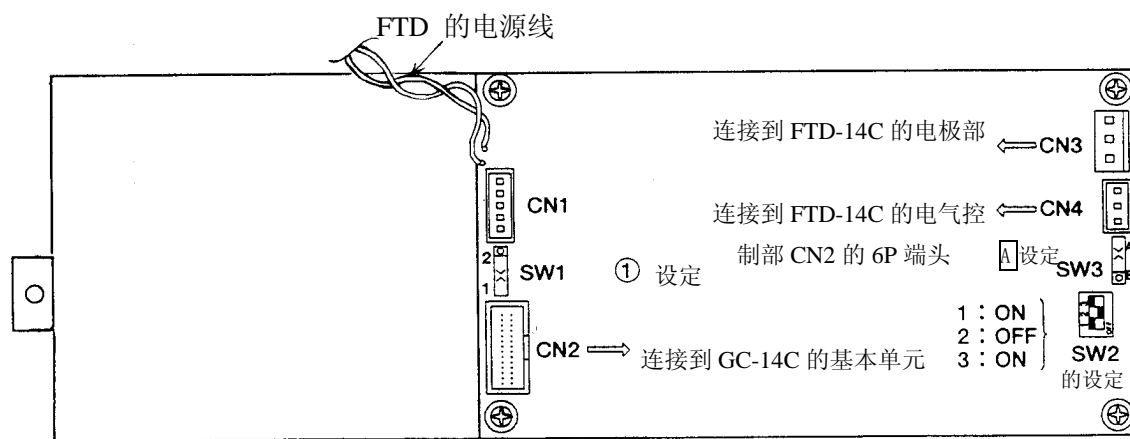

图 3.2
(1) 确认 FTD 电源控制器的滑动开关设定如图 3.2 所示